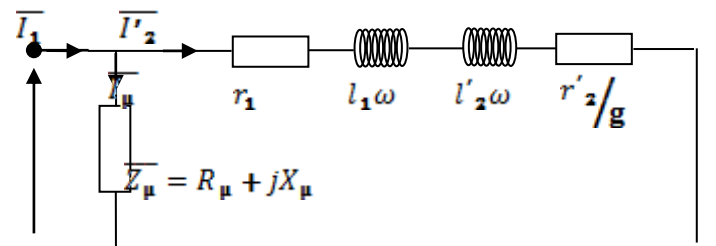

Fig.5 : Schéma simplifiée
• **Schéma simplifié :** On utilise souvent un schéma simplifié obtenu en reportant à l'entrée l'impédance magnétisante (Fig. 5).